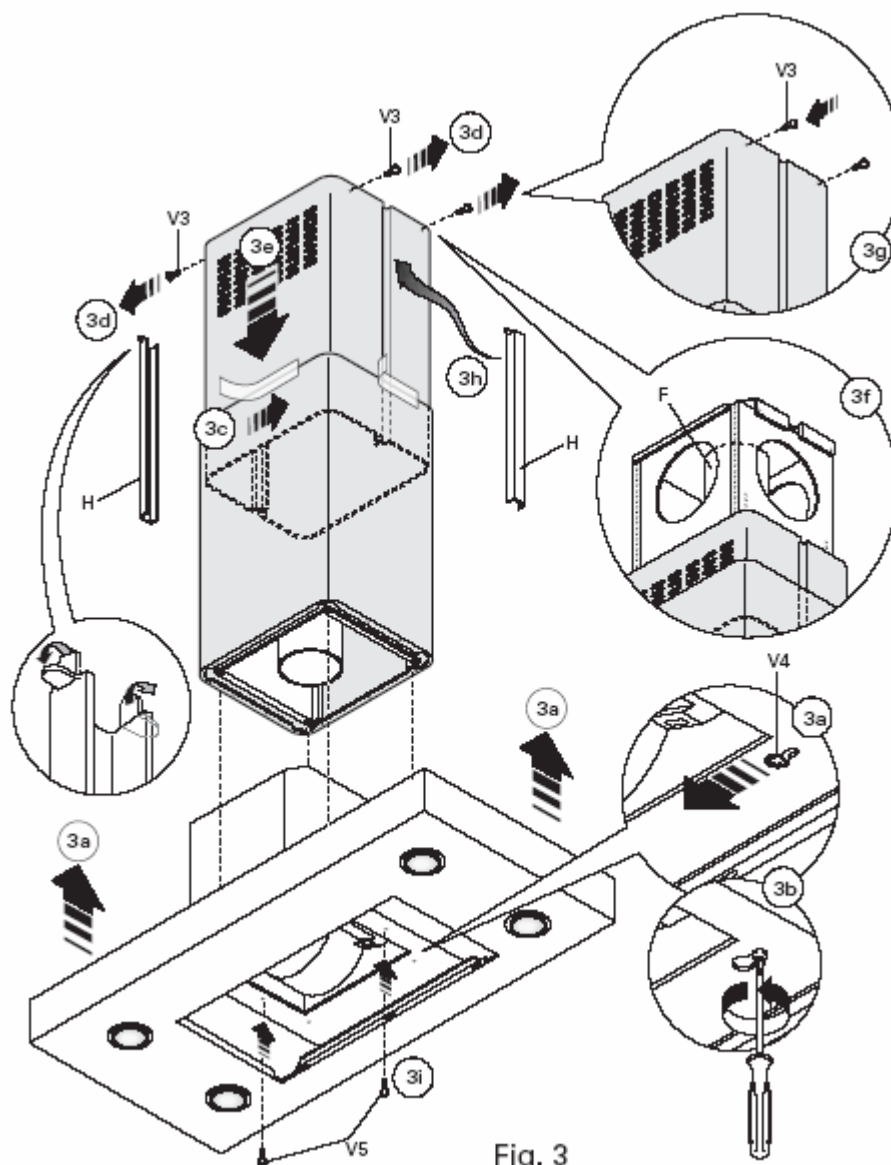

Fig. 3
- Поднимите вытяжку, зацепив ее на 4 винта М5 (V4), предварительно ввернутые в стойку С (подведите под них отверстия диаметром 11 мм на крышке и сдвиньте вбок), рис. 3а.
- Окончательно завинтите 4 винта М5 (V4), рис.3б.
- Удалите бумажный скотч, рис. 3с, выверните 4 винта М4 (V3) ранее вставленные в стойку, рис. 3д, и опустите вниз удлинитель дымохода, рис.3е.
- Соедините трубу с вытяжным отверстием в потолке (для модели с выбросом воздуха), рис. 3ф.